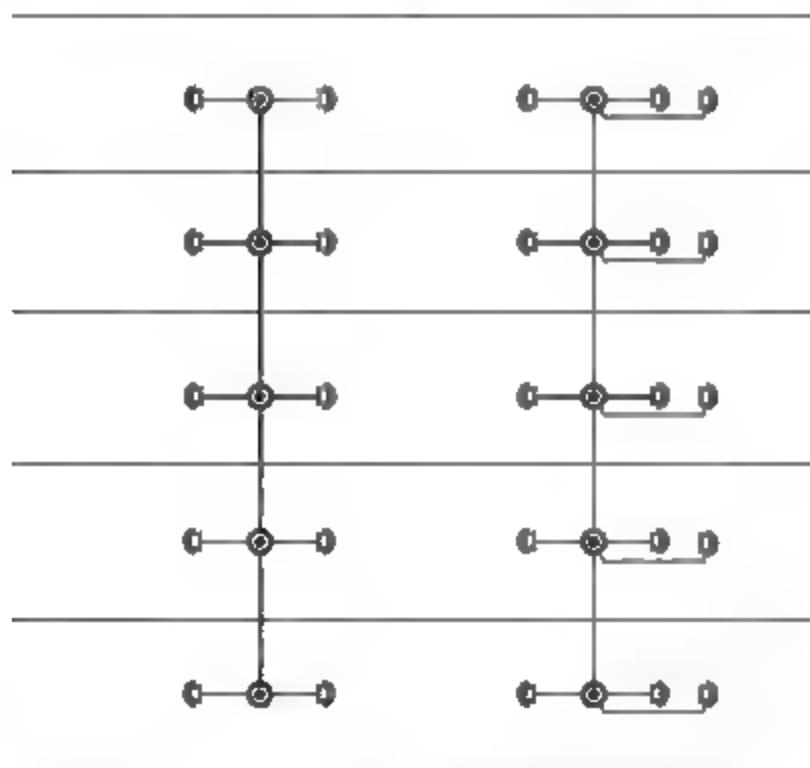

图13-46 绘制连接线路
**03** 调用PL【多段线】命令，设置起点、端点宽度均为30，分别指定多段线的起点和端点，绘制如图13-46所示的连接线路。